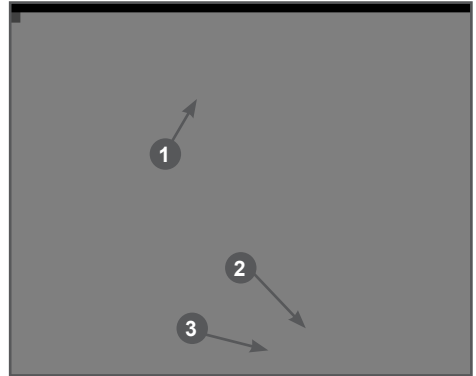

Рис. 17 Замена моторного масла
5. Осторожно открутите крышку-щуп 1 из маслозаливной горловины, протрите его насухо и отложите в сторону (Рис. 17).
6. Открутите пробку 3 для слива масла из двигателя и слейте масло в подготовленную для этого емкость (Рис. 17).
7. Закрутите пробку 3 для слива масла (Рис. 17).